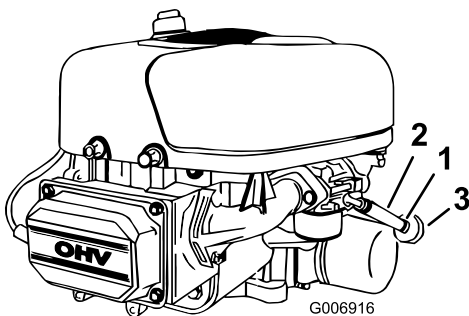

Bild 25
5. Öffnen Sie die Motorhaube und machen Sie den Kraftstofffilter ausfindig (Bild 25).
Kraftstoffleitung nach oben zum Kraftstofftank (Bild 25).
7. Ziehen Sie die Kraftstoffleitung vom Kraftstofffilter (Bild 25) ab. Lassen Sie das Benzin in einen Benzinkanister oder eine Auffangwanne ablaufen.
Tauschen Sie den Kraftstofffilter am besten aus, wenn der Tank leer ist (Bild 25). Bauen Sie nie einen verschmutzten Filter wieder ein, wenn Sie diesen aus der Kraftstoffleitung entfernt haben.
4. Drücken Sie die Enden der Schlauchklemmen zusammen und schieben diese weg vom Kraftstofffilter (Bild 25).